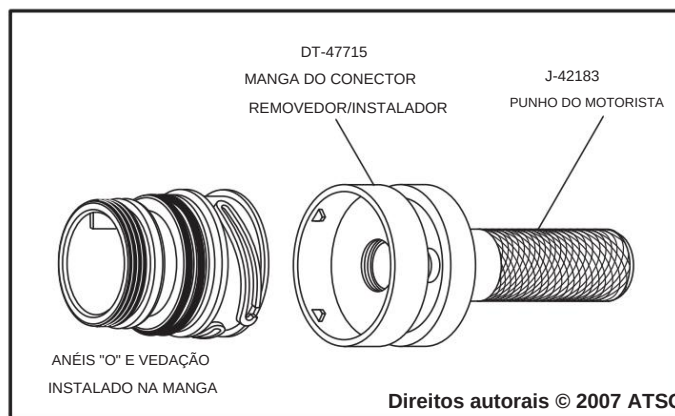

Figura 174
48. Existe uma ferramenta especial disponível para remover e instale a luva do conector elétrico, conforme mostrado na Figura 174.